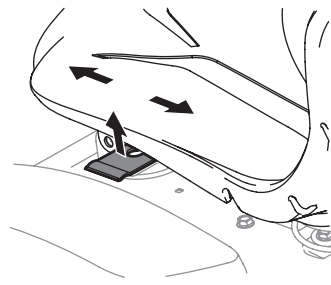

Figure 11
3. Relâchez le levier de réglage. Assurez-vous que le siège est verrouillé avant d'utiliser l'appareil. Voir Figure 11.